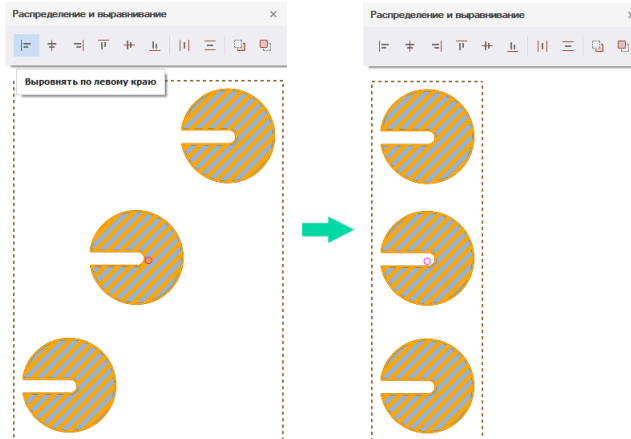

Рис. 382 Выравнивание по левому краю
2. На панели «Распределение и выравнивание» выберите инструмент «Выровнять по левому краю», который обозначен символом , см. Рис. 382.